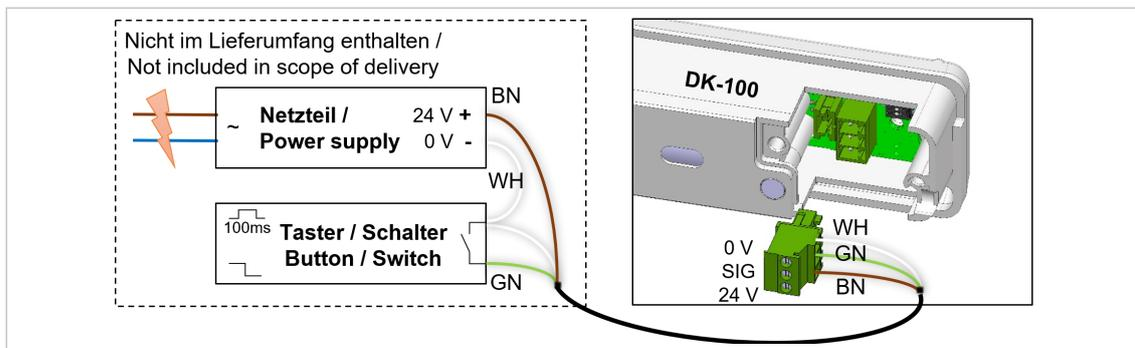

Abb. 4: Anschlussbild DK 100: Manueller Betrieb
- a) Die Anschlussleitung (6) des **DK-100** gemäß dem Kapitel „7.4.5 Einbau DK-100“ im Blendrahmenprofil verlegen und an geeigneter Stelle aus diesem herausführen.
- b) Die Einzeladern der Anschlussleitung (6) auf der Anschlussseite des **DK-100** gemäß der dargestellten Belegung (Abb. 4) mit dem Anschlussstecker (5) verbinden.
- c) Die Einzeladern auf geeignete Anschlusslänge einkürzen und gemäß Abbildung 4 mit dem Netzteil und einem Schalter oder Taster verbinden.
- Die Belegung der Einzeladern der Anschlussleitung (6) der Tabelle 4 (siehe Seite 13) entnehmen.